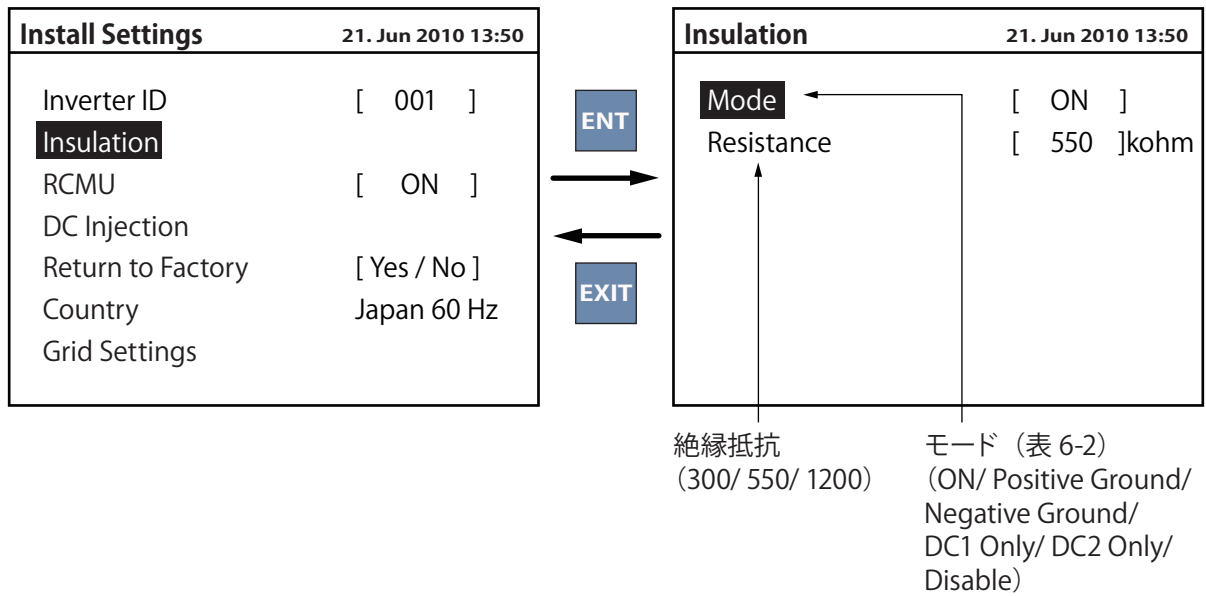

図 6-15 Insulation 設定画面
- **Insulation** : このモードを起動させると、パワーコンディショナの運転前に、太陽電池の絶縁抵抗がシステムの設定値 (Resistance) より高いか否かをチェックし、設定値より低ければ運転を一時停止します。ユーザーは下記の DC 側の各配線方式に応じて、異なるモードを設定できます。選択可能なモードは ON、Positive Ground、Negative Ground、DC1 Only、DC2 Only および Disable の 6 種類です。(図 6-15)
- **Grid err. Lock**: 高圧連系で求められる停電復帰時の手動復帰機能。自動復帰 (OFF) と手動復帰 (ON) の選択が出来ます。